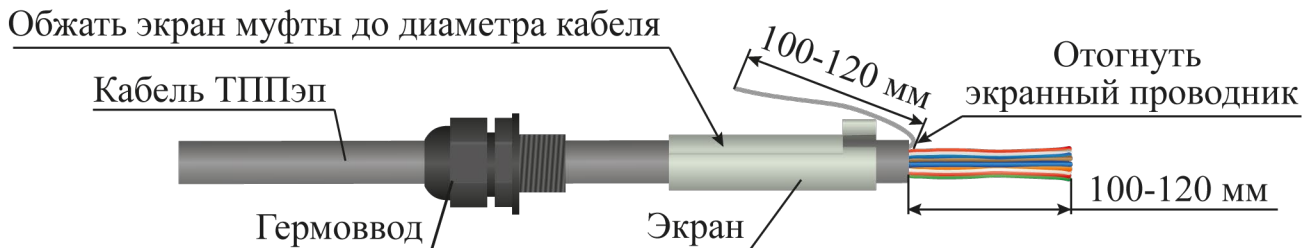

Рисунок 4.5
- надеть на оболочку кабеля ТППЭп в следующей последовательности: гермоввод, экран устройства оконечного (рисунок 4.5);
- обжать экран устройства оконечного до диаметра кабеля ТППЭп с помощью плоскогубцев (рисунок 4.5);
- снять оболочку со свободного конца кабеля ТППЭп длиной 100 - 120 мм (рисунок 4.5);
- экраный проводник отвести в сторону (рисунок 4.5);